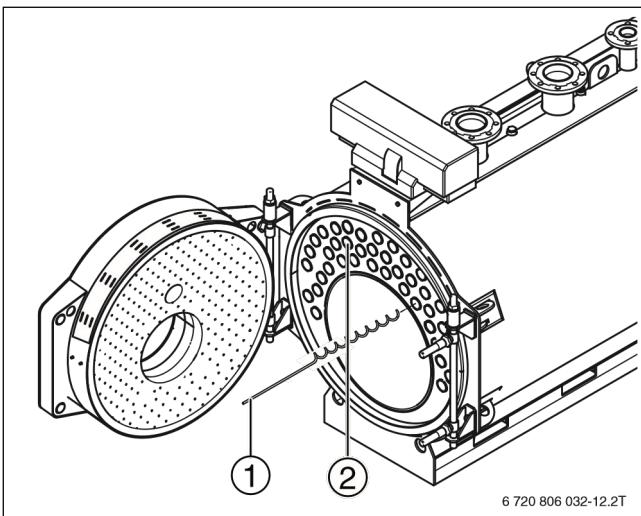

Рисунок 23 Корректировка предварительного натяжения турбулизаторов
▶ Задвиньте турбулизаторы (→ Рисунок 23, [1]) в трубы дополнительных поверхностей нагрева (→ Рисунок 23, [2]).